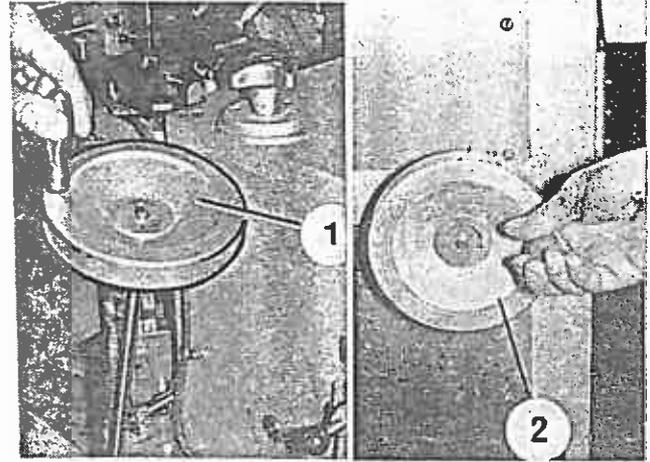

Bild 102
19. Zur Gewichtskorrektur Handrad (Bild 102/1) bzw. bei Maschinen mit Schneckentrog Handrad (Bild 102/2) entsprechend verdrehen (in Richtung + bzw. -).